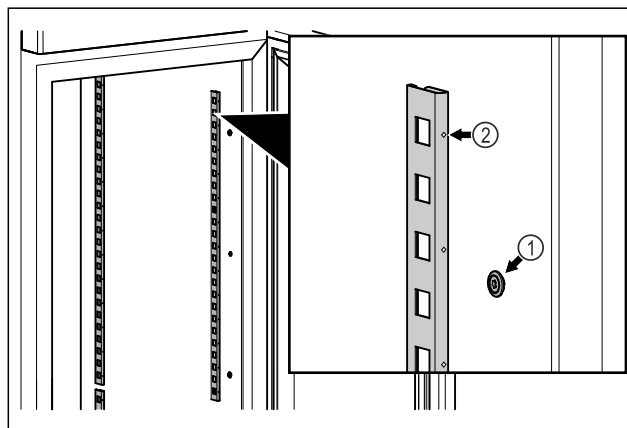

Fig. 83 Näitlik kujutis
- ▶ Haakige fikseerimisliistud rippkinnitussse Fig. 83 (1). Märgistus Fig. 83 (2) peab olema ettepoole suunatud.